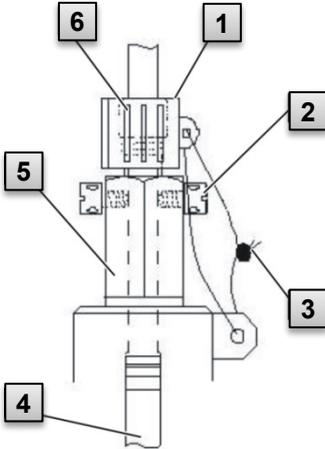

Fig. 14
3. Asigne un responsable de calibración para el precintado del sensor de temperatura con la tapa de precintado **1** y el precinto de alambre **3** según la Fig. 14.